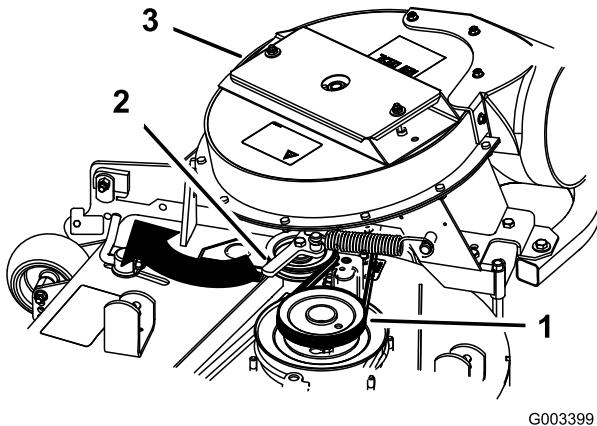

Figura 19
- Tirez la poulie de tension rappelée par ressort vers l'arrière et chaussez la courroie sur la poulie du tablier de coupe (Figura 19).